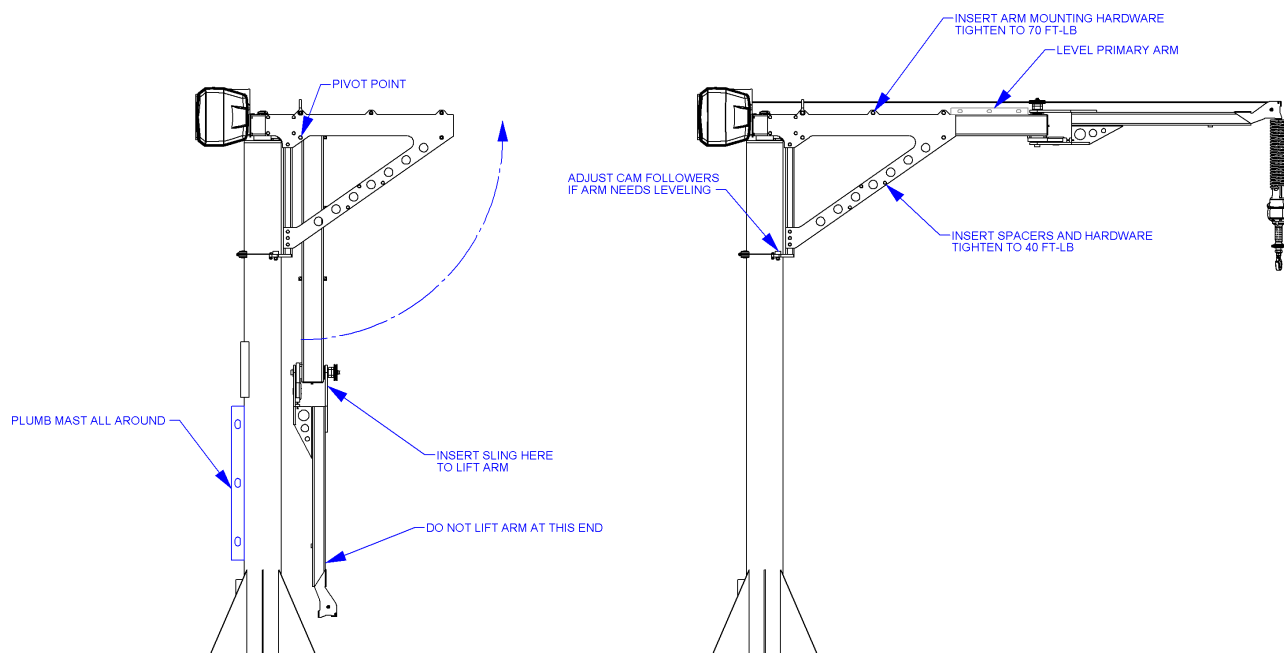

Fig. 3G. Messa a piombo del montante.
- B) Appoggiare una livella contro il montante (**Fig. 3G**).